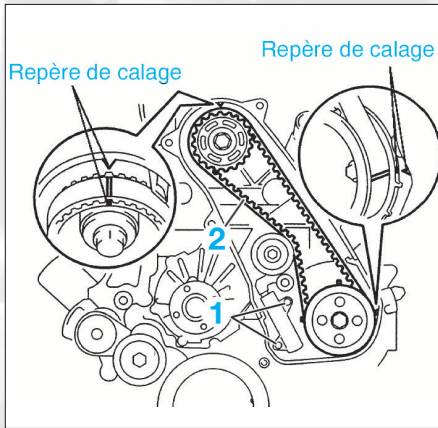

FIG. 24
- Tourner la poulie de vilebrequin dans le sens horaire et faire coïncider les repères de la courroie avec ceux du carter de protection de courroie de distribution (fig. 24) afin de mettre le cylindre n°1 au PMH.
- Déposer les 2 vis (1) du tendeur de courroie de distribution.
- Déposer la courroie de distribution (2).
- Contrôler que les repères de calage sont alignés (fig. 24).
- Tourner le vilebrequin de 2 tours dans le sens des aiguilles d'une montre et contrôler l'alignement des repères de calage (fig. 24).